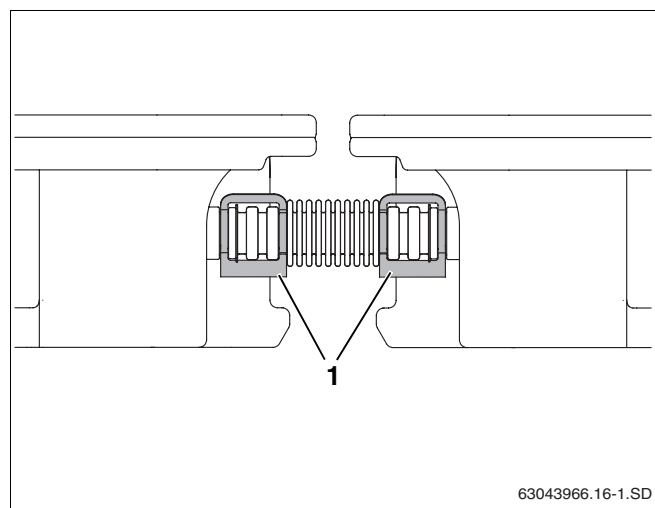

Рис. 27 Фиксация гофрированной трубы зажимами
- Закрепите каждую торцевую крышку одним зажимом, а каждую гофрированную трубу двумя зажимами (рис. 27, **поз. 1**).